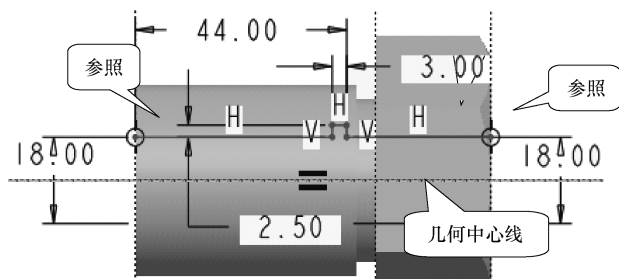
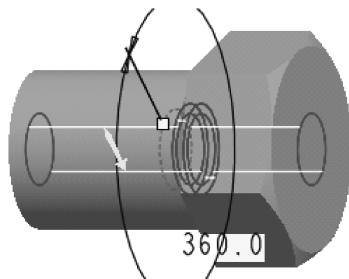

图 4-165 选取参照并绘制截面
图 4-166 预览内部孔
(13) 单击【旋转】按钮，在对话框设置为移除材料模式。
(14) 选取“FRONT”面作为草绘平面，其余使用缺省设置，进入草绘界面。选择菜单栏中的【草绘】|【参照】选项，加选两个参照，并绘制截面图形，如图4-165所示。
(15) 绘制截面图形并标注尺寸，如图4-165所示，单击【完成】按钮，接受草绘图形，回到设计窗口，拖动鼠标中键预览模型，确保去除材料的方向指向圆内部，如图4-166所示，单击鼠标中键，完成内部孔的创建。